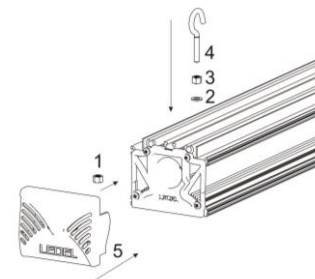

Рисунок 5 Схема монтажа подвешного крепления светильника
5.5 Для монтажа подвешного крепления выполнить следующие действия (рис.5):
5.6 Для монтажа задвижного крепления выполнить следующие действия (рис.5):